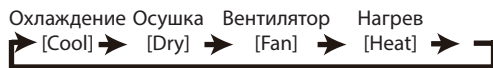

Рисунок 3.5
2. При каждом нажатии  режим работы изменяется в порядке, показанном на Рис. 3.5;